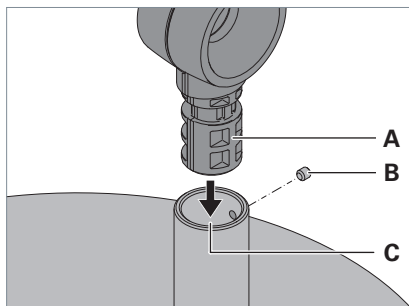

Fig. 2: Montaggio dell'apparecchio d'illuminazione a una base da tavolo.
- ▶ Inserire il perno **A** dell'asta dell'apparecchio d'illuminazione nell'apertura **C** della base da tavolo, vedi Fig. 2.